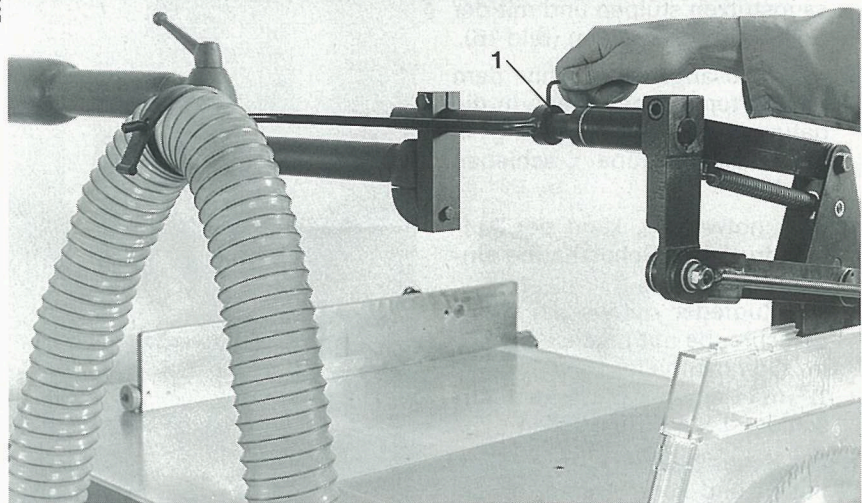

Bild 15 / Figure 15
- Die Schlauchabstützung in die gewünschte Stellung schieben und den Gewindestift (Bild 15, Pos. 1) festziehen.
- Déplacer le support du tuyau dans la position désirée et serrer la vis de blocage (figure 15, pos. 1).
- Reposition extraction hose support to preferred position and secure with set screw (Fig. 15, item 1).